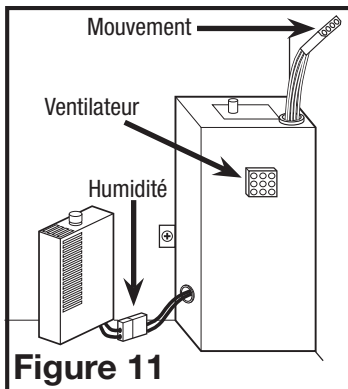

Figure 11
- 3a. **MODÈLES STANDARDS:** branchez le cordon de connexion rapide du moteur du ventilateur dans la prise correspondante située sur le couvercle du compartiment de fil. Ce cordon ne peut être inséré que d'une seule manière dans la prise (**Figure 11**).
- 3b. **MODÈLES DÉTECTEURS D'HUMIDITÉ:** branchez le cordon de connexion rapide du moteur du ventilateur dans la prise correspondante située sur le couvercle du compartiment de fil. Branchez le connecteur à deux broches du compartiment de l'hygrostat au connecteur à deux broches du côté du couvercle du compartiment de fil. Ces cordons ne peuvent être insérés que d'une seule manière dans les prises. (**Figure 11**).
- 3c. **MODÈLES DÉTECTEURS DE MOUVEMENT:** branchez le cordon de connexion rapide du moteur du ventilateur dans la prise située sur le côté du couvercle du compartiment de fil. Branchez le cordon à 6 broches de connexion rapide de la grille dans la prise à 6 broches située sur le dessus du couvercle du compartiment de fil. Ces cordons ne peuvent être insérés que d'une seule manière dans les prises. (**Figure 11**).